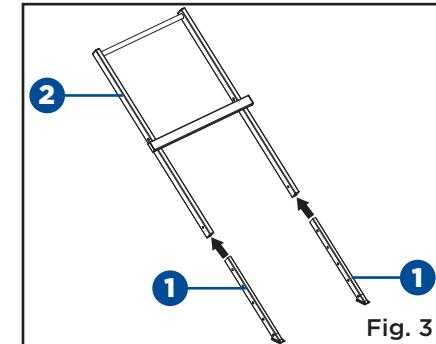

Fig. 3
- Insérez l'assemblage inférieur du socle (1) dans l'assemblage interne du socle (2). (Fig. 3)